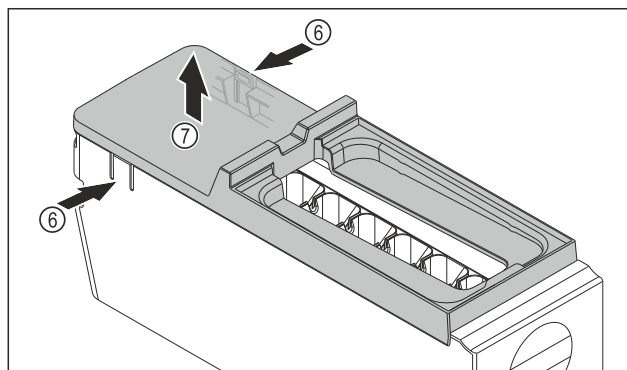

Fig. 88
- ▶ Retirez le couvercle du corps de l'EasyTwist-Ice : D'une main, poussez les languettes Fig. 88 (6) des deux côtés du corps de l'EasyTwist-Ice.
- ▶ De l'autre main, retirez le couvercle Fig. 88 (7) vers le haut.